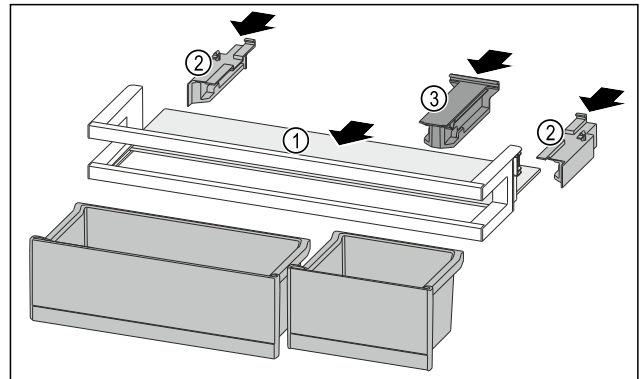

Fig. 125
- ▶ Abstellfläche Fig. 125 (1) in die seitlichen Einsparungen einschieben.
- ▶ Seitenteile Fig. 125 (2) einsetzen.
- ▶ Halteteil Fig. 125 (3) einsetzen.